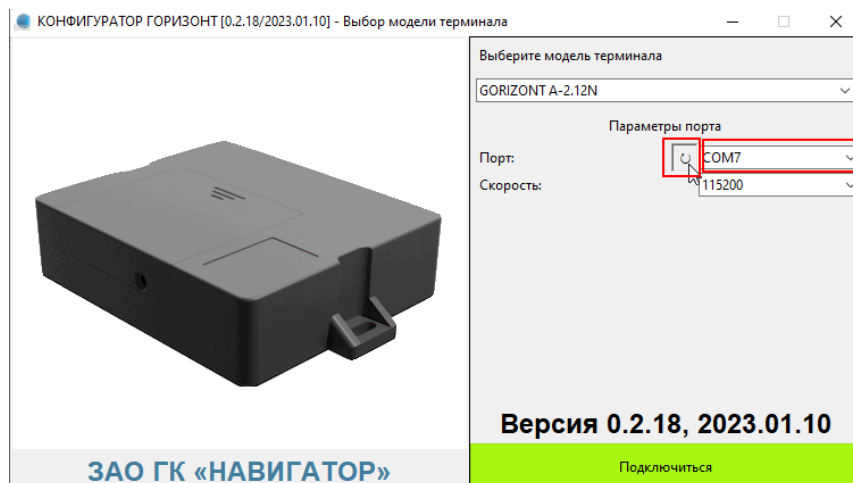

Рисунок 14 – Нажатие на кнопку «Обновить» и отображение номера подключенного порта
4. Перейти в окно программы, нажать кнопку «Обновить» порты. После её нажатия появится номер COM-порта в системе от подключенного переходника USB-485 сервисного жгута (Рисунок 14).